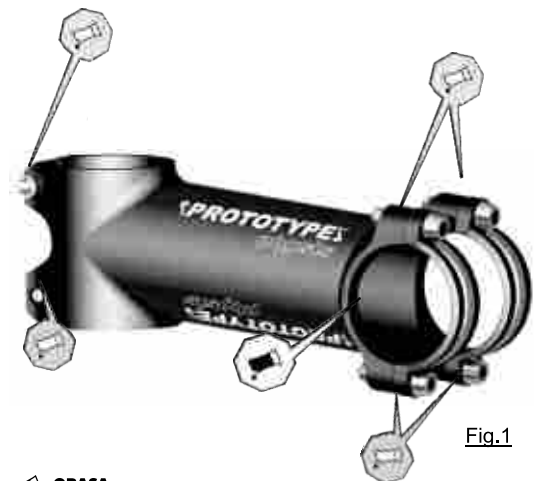

Fig.1
PASO 1 - Cuidadosamente retire todos los tornillos de la potencia y engrase los orificios de entrada de las roscas, no las roscas de los tornillos, usando grasa ligera. Engrasar los orificios de las roscas asegura que las roscas internas serán lubricadas al roscar posteriormente los tornillos en ellas. (vea fig. 1).